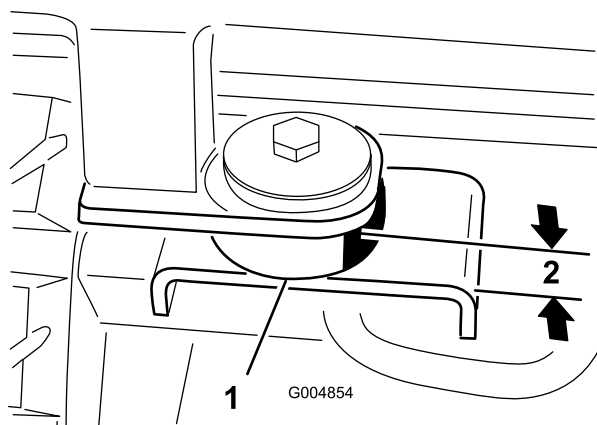

Figura 24
11. En los puntos de montaje traseros, sujete la cabina a la máquina con un perno (1/2 x 3 pulgadas), una arandela de acero (1/2 x 2-1/2 pulgadas), una arandela de goma (1/2 x 2-1/2 pulgadas) y una tuerca (1/2 pulgada) (Figura 24). Apriete los cuatro pernos de montaje de la cabina hasta que los tacos de goma queden comprimidos a un grosor de 7/8 pulgada (2,2 cm).